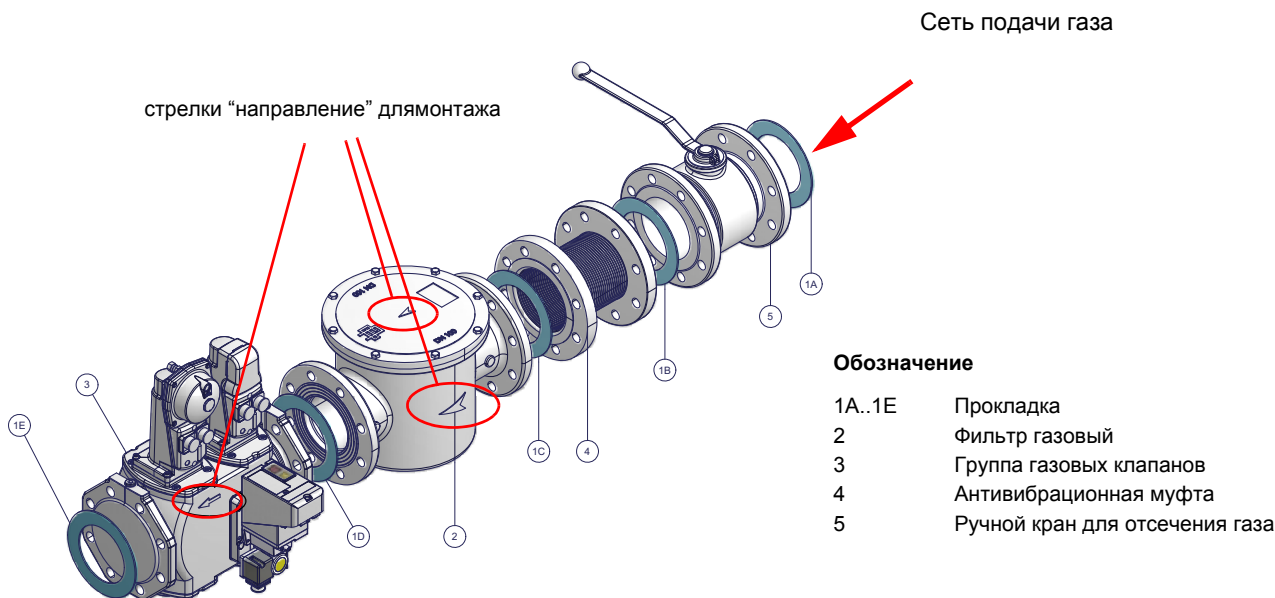

Рис. 7 - Пример газовой рамп
- 1 - б) при фланцевых соединениях: между соседними компонентами устанавливать прокладку (1A..1E - Рис. 7), совместимую с используемым газом,
ВНИМАНИЕ: после монтажа газовой рамп согласно схеме на Рис. 7, необходимо провести тестирование на герметичность газового контура, согласно требований действующих нормативов.